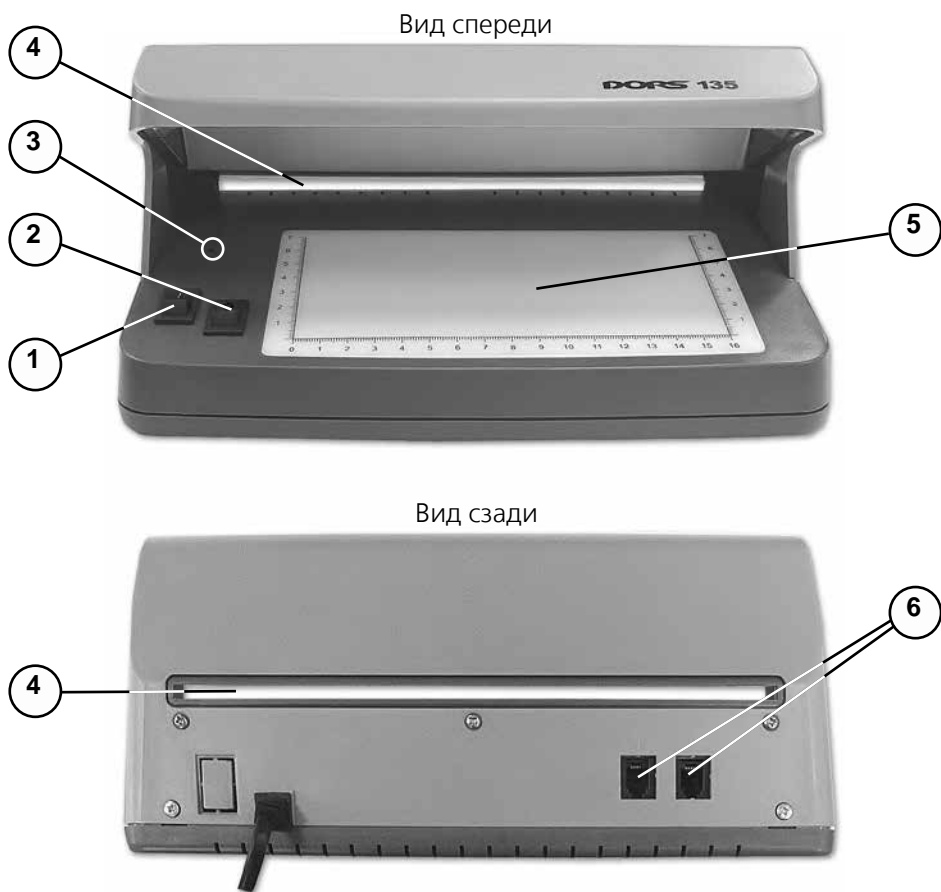
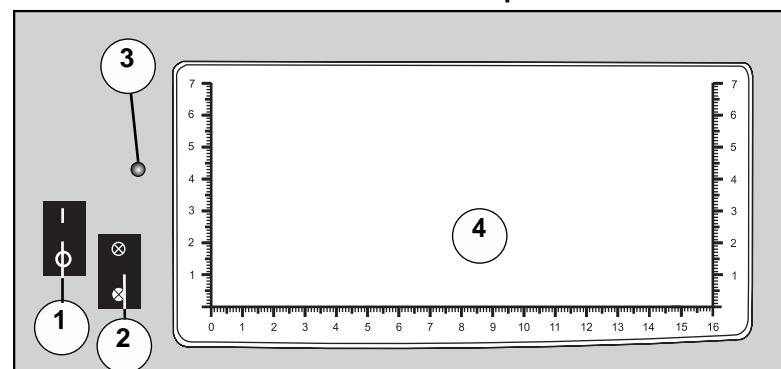

Рис. 1
Рис. 2.
1. Подключите детектор к сети (220 В, 50 Гц). При этом начнёт светиться индикатор подключения к электрической сети (рис. 1, поз. 3). Включите детектор нажатием клавиши выключателя «Сеть» на передней панели (рис. 1, поз. 1) – просмотрная зона (рис. 2, поз. 4) осветится синим или белым светом, в зависимости от положения переключателя "УФ/белый свет".
2. Расположите одну или несколько банкнот на передней панели детектора в просмотрной зоне (рис. 2, поз. 4).
3. С помощью переключателя "УФ/белый свет" на передней панели детектора (рис. 2, поз. 2) выберите необходимый режим работы: